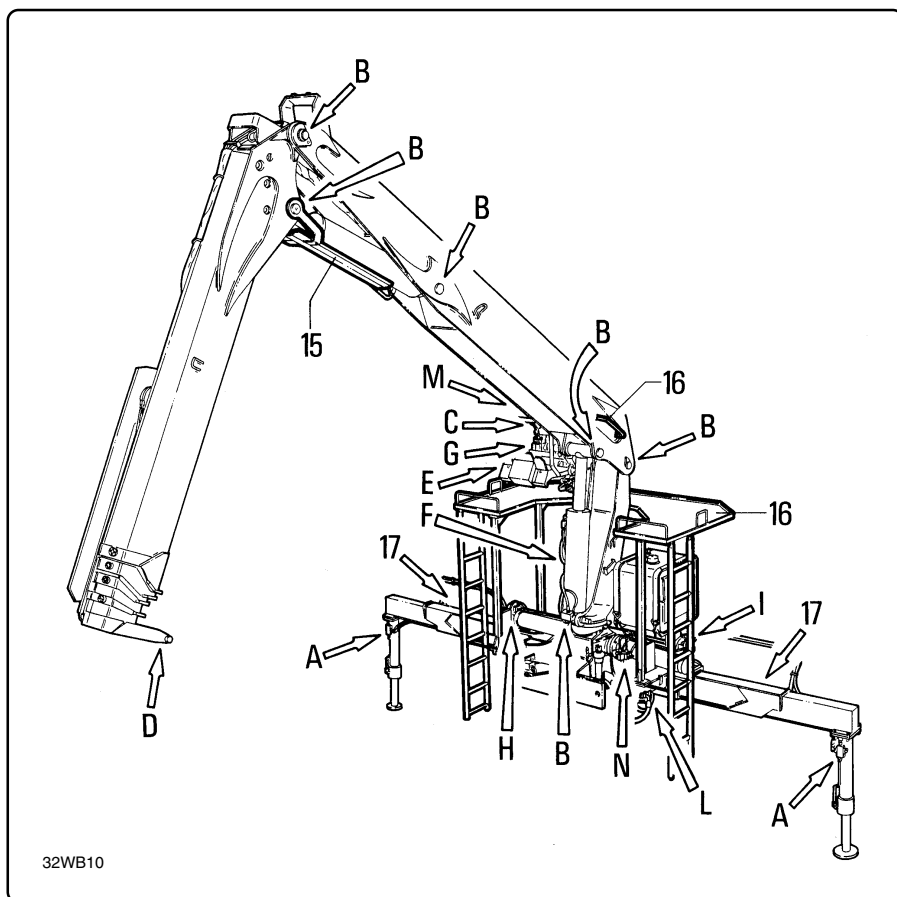

fig. 3.1.1
3.1 - Dispositivi di sicurezza sulle gru PM (fig. 3.1.1 e 3.1.2)
3.1 - Safety devices on the PM crane (fig. 3.1.1 and 3.1.2)
Elenco dispositivi di sicurezza esistenti sulla gru (fig. 3.1.1-3.1.2)
List of the safety devices present on the crane (see fig. 3.1.1-3.1.2)